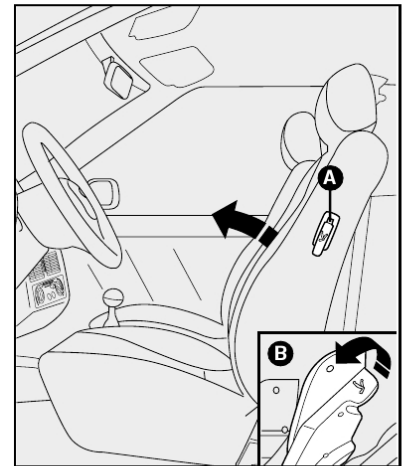

fig. 7
## ACESSO AOS BANCOS TRASEIROS (Versões Uno 2 portas) - fig. 7
**OBS:** Para dobrar o encosto do assento dianteiro do Fiorino, levante a alavanca B fig. 7 e incline o encosto.